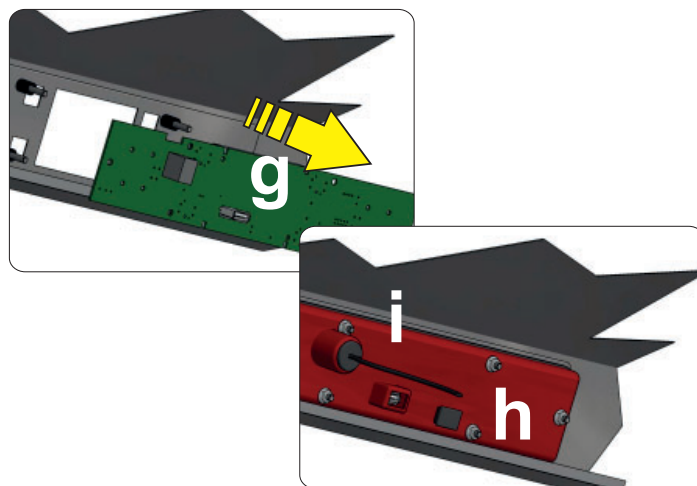

fig. 5
- Remplacer la carte Réassembler la couverture en plastique avec sa dotation, en faisant particulièrement attention à ce que cette dernière adhère complètement à la tôle du panneau (position **g** - voir **fig. 5**).
- Enlever le bouchon rectangulaire de la prise USB (position **h** - voir **fig. 5**).
- Insérer la clé USB dans l'écran (position **g** voir **fig. 5**).